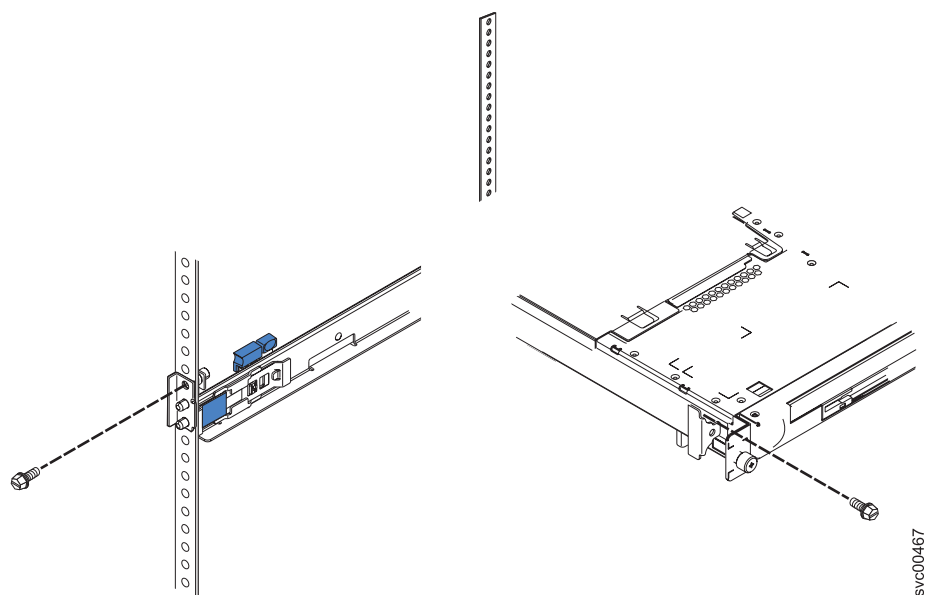

図 27. ノードをラックに固定する M6 ねじ
4. 図 27 に示されているように、スライド・レールをラックに固定します。ノードをスライドさせてラックから 15 cm 引き出し、各スライド・レールに M6 ねじを挿入します。ノードを押して、所定の位置に戻します。